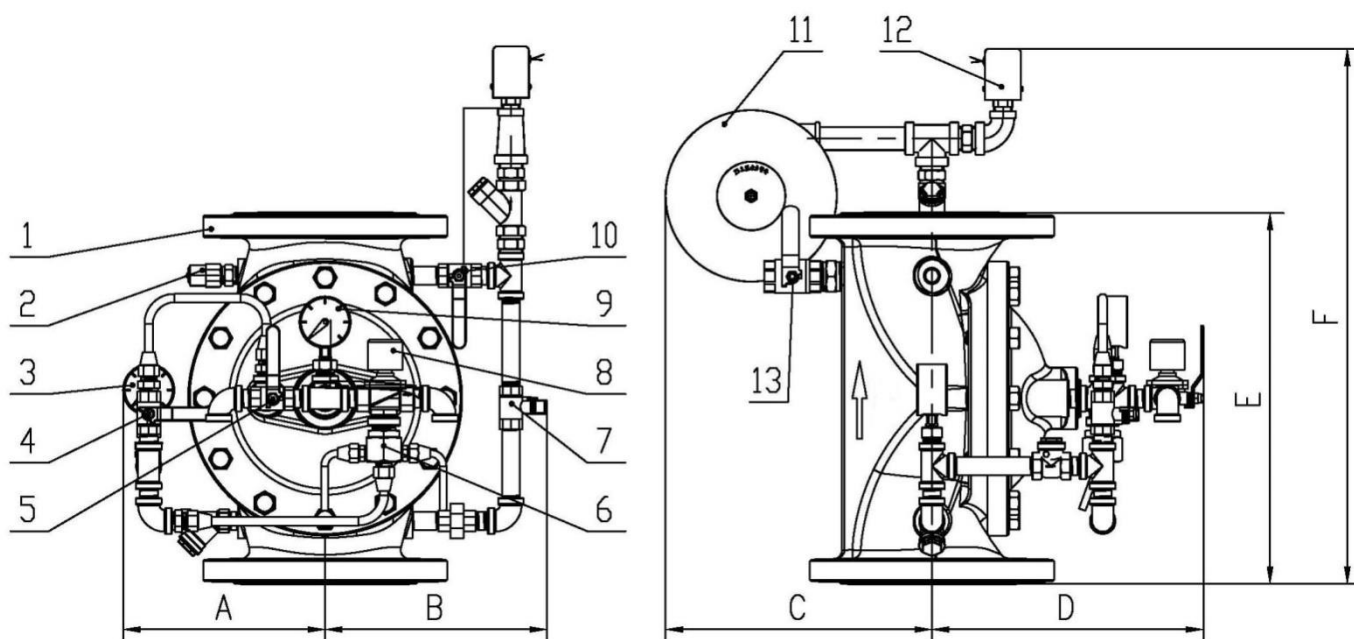

Рис. 2 Монтажная схема
3) Внешние размеры при установке (смотри рис. 2)